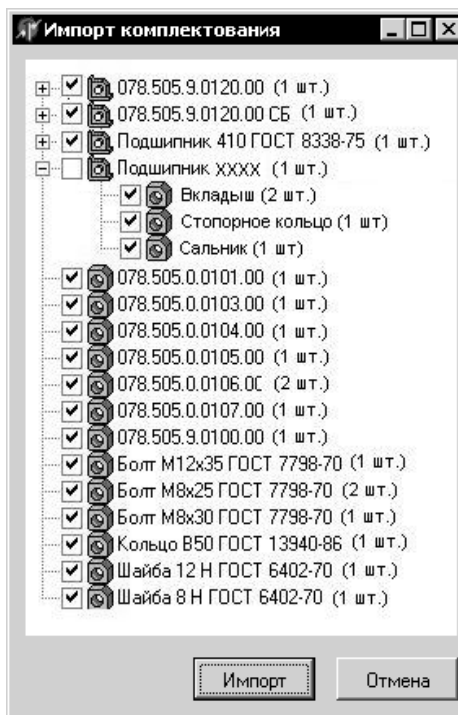

Рис. 9.48. Выбор объектов для импорта
4. В появившемся окне укажите импортируемые объекты. «по умолчанию», маркеры расставлены на объектах первого уровня, т.е. на объектах конструкторской спецификации. Если для данного ТП конструкторский и технологический составы не совпадают, то проставьте маркеры на тех элементах, которые предполагается использовать для комплектования ТП. Например, в комплектовании вместо сборочной единицы «Подшипник ХХХ» используются 3 детали: вкладыш, стопорное кольцо, сальник (рис. 9.48).